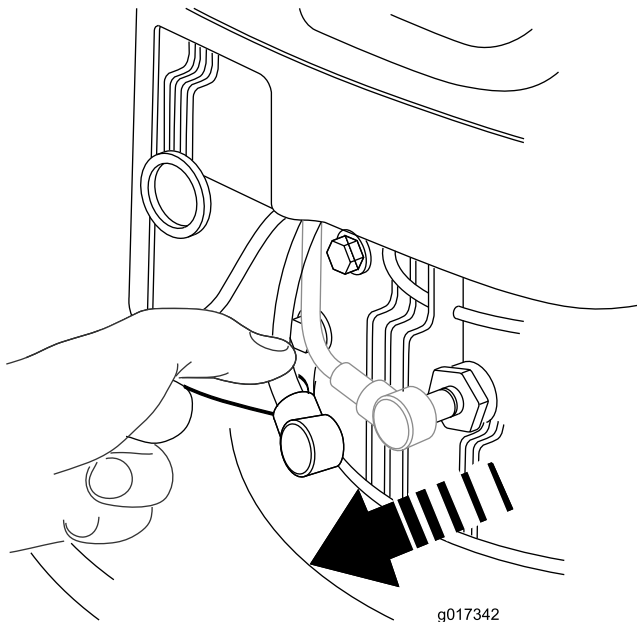

Figura 19
2. Desconecte el cable de la bujía (Figura 19) antes de realizar cualquier procedimiento de mantenimiento.
2. Desconecte el cable de la bujía (Figura 19).